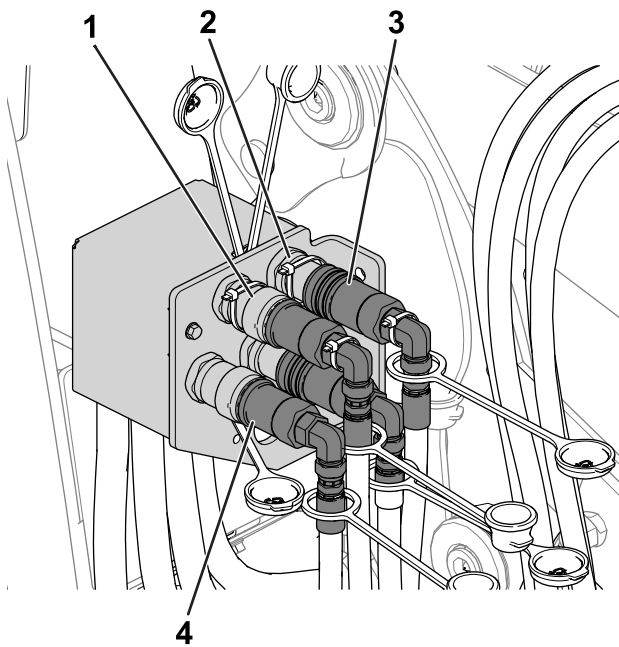

Figura 54
5. Attenersi ai seguenti passaggi per collegare i giunti idraulici (Figura 54):